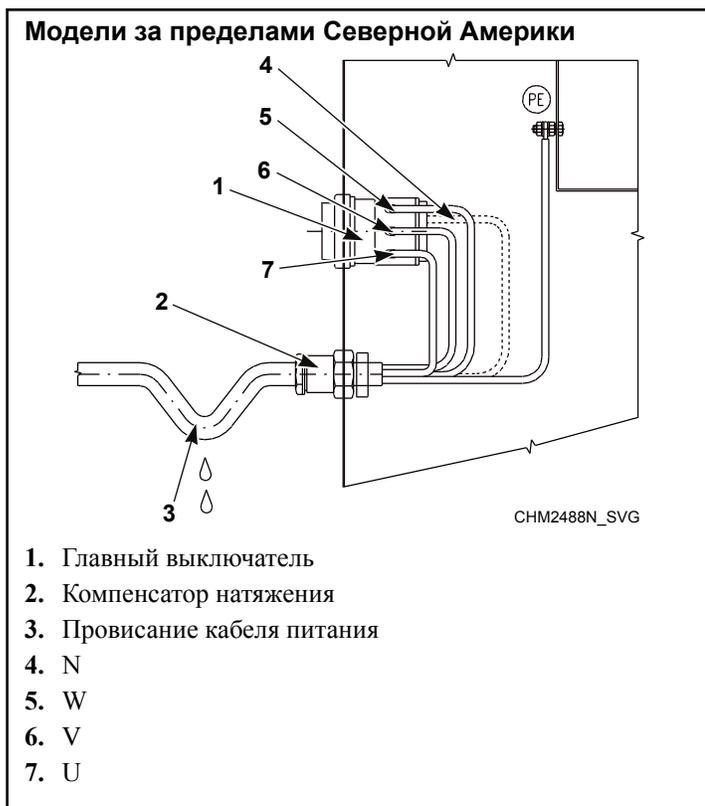
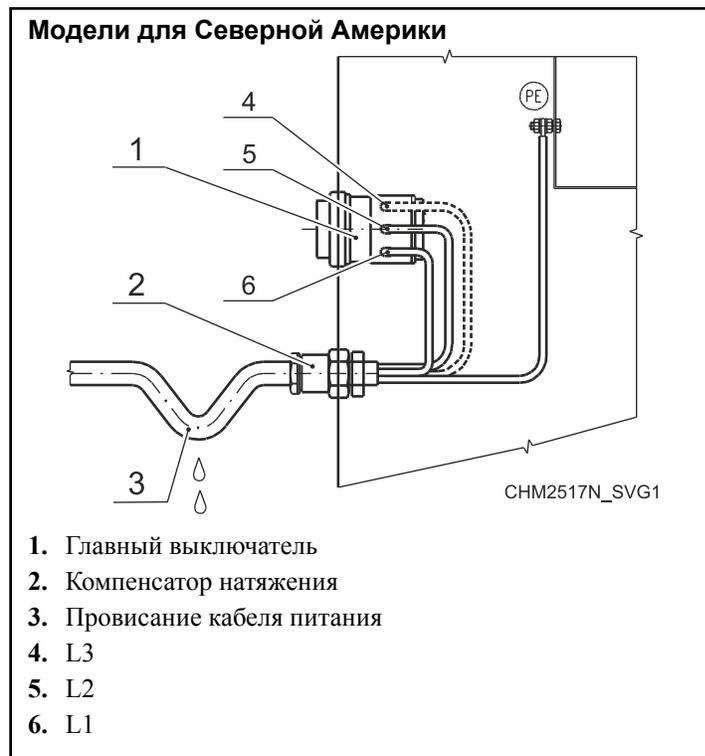

Рис. 26
Рис. 27
3. На многожильные витые провода наденьте изолирующие гильзы (6) для проводов L1/U, (L2/V), (L3/W), (N). Убедитесь в невозможности случайного контакта, потому что кабель питания остается под напряжением и при выключенном главном выключателе.
5. Подключите провода кабеля питания к входным клеммам (главный выключатель [1]), обозначенным как L1/U, (L2/V), (L3/W), (N), и к клемме, обозначенной как PE. См. Рис. 26 или Рис. 27.
6. Обеспечьте провисание кабеля перед входом в кабельный зажим. Это позволит защитить машину от попадания в нее конденсата. См. Рис. 26 или Рис. 27.